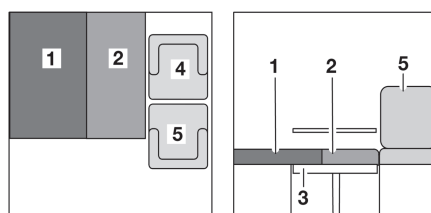

Fig. 59 Dopo la trasformazione
- Tirare il cuscino del divano (Fig. 59,2) sul tavolo.
- Collocare il cuscino dello schienale (Fig. 59,1) sul sedile.
- Spingere il sedile del passeggero (Fig. 59,5) il più possibile verso il lato del conducente.
- Avvicinare il sedile del conducente (Fig. 59,4) il più possibile al sedile del passeggero.